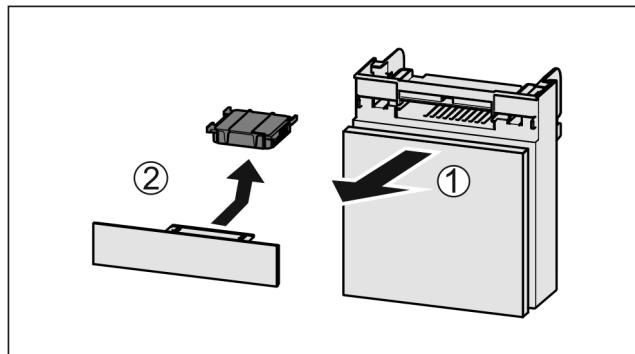

Fig. 140
- Потягніть Fig. 140 (1) відділення вперед.
- Витягнути Fig. 140 (2) фільтр з активованого вугілля.